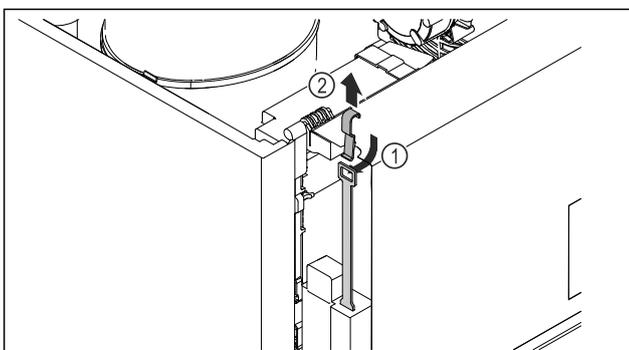

Fig. 244
- ▶ Вставьте ключ аварийной разблокировки сверху Fig. 244 (1), сцепите его с замком и потяните вверх Fig. 244 (2).